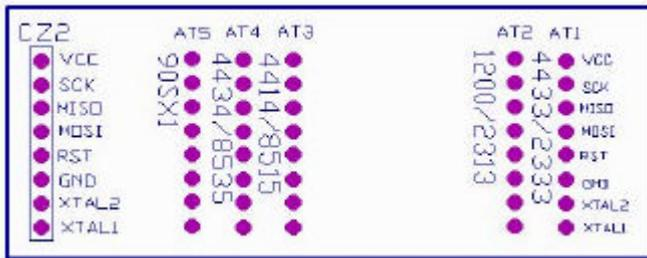

图 3.23 CZ2 下载信号线插座
(1) CZ2 (ISP)下载插座图 3.23:引脚功能从上到下分别为 VCC, SCK, MISO, MOSI, RESET, GND, XTAL2, XTAL1;随机附有一条 8 线信号线,由用户接插到对应 AVR 单片机(AT1-AT5)的信号脚上,CZ2:也可接到用户板作 AVR 单片机的串行下载编程用,如用户板有晶振,则 XTAL1/XTAL2 两信号线无需接出;;
(2) AT1 插针座为:AT90S4433/AT90S2333 ISP 下载信号线座;